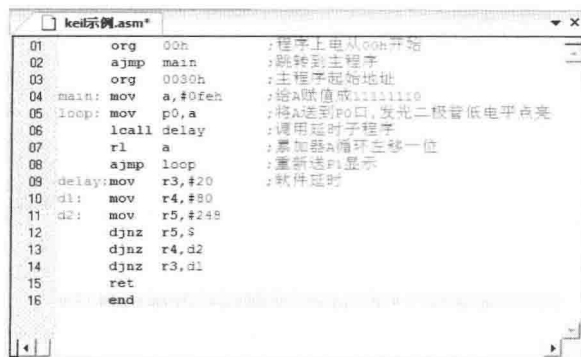

图 1-5 源程序编辑窗口
2) 创建新的源程序文件 单击图标或执行菜单命令“File”→“NEW”, 即可创建一个源程序文件。该命令会打开一个空的编辑器窗口, 在编辑窗口中输入源代码, 如图 1-5 所示。源代码可以用汇编语言或单片机 C 语言进行书写, 源代码输入完成后, 执行菜单命令“File”→“Save as...”或“Save”, 即可对源程序进行保存。在保存时, 文件名只能由字符、字母或数字组成, 并且一定要带扩展名(使用汇编语言编写的源程序的扩展名为 .A51 或 .ASM; 使用单片机 C 语言编写的源程序的扩展名为 .C)。源程序保存好后, 源程序窗口中的关键字呈彩色高亮度显示。